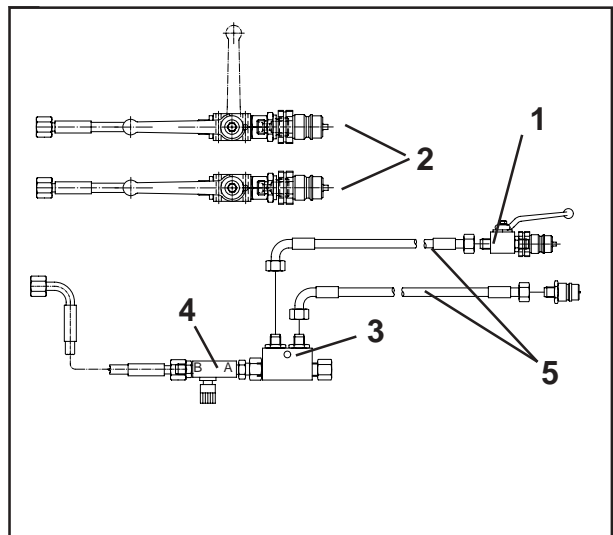

Fig. 25
- Pos.2, Fig.25: am Streuer vorhandene Hydraulikanschlüsse für die Schieberbetätigung
- Pos.5, Fig.25: Hydraulikanschlüsse für den Limiter an doppeltwirkendes Steuerventil schrauben
Den vormontierten Blockkugelhahn mit SVK-Stecker (Fig.25/1) vom Hydraulikschlauch des Limiters abschrauben und für Sperrblock nutzen.
Den Sperrblock (Fig.25/3) hinter die Drossel (Fig.25/4) schrauben.
Die Hydraulikschläuche und ein SVK-Stecker (Fig.25/5) sind im Lieferumfang der Sonderausstattung enthalten.